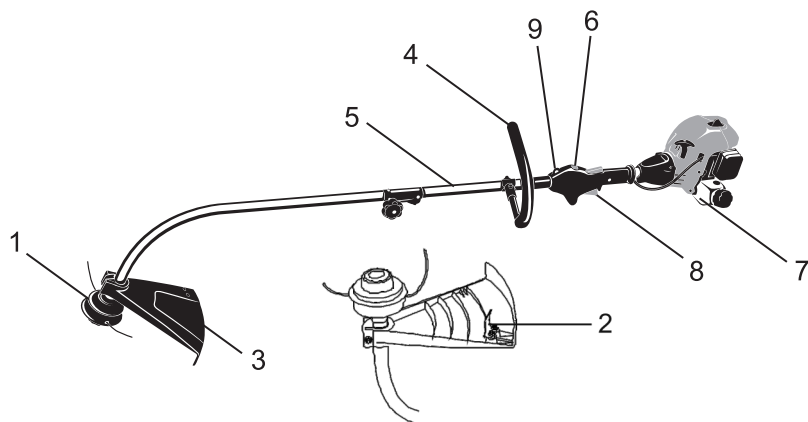
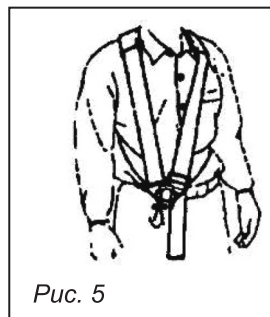

Рис.2. Расположение основных элементов бензотриммера:
Рис. 5
Основные элементы и части бензотриммера представлены на *рис. 2*.
Ремень крепится к штанге с помощью держателя. Согласно рис.5 наденьте ремень на шею и пристегните карабин за место крепления (10), см. рис. 2.